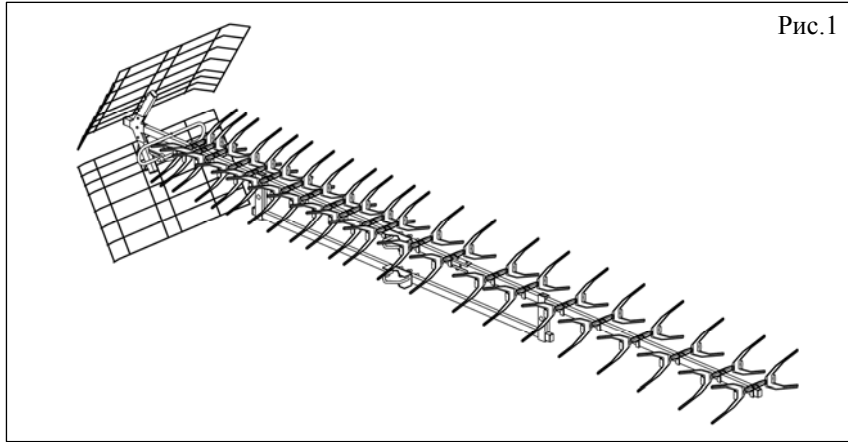

Рис.1
5.1 Общий вид антенны представлен на рис.1